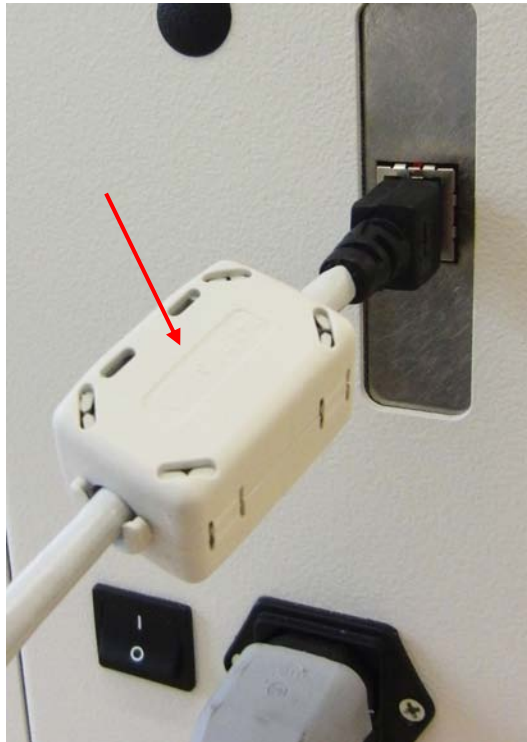

Abbildung 38: Ferritkern
- Bitte befestigen Sie den beigelegten Ferritkern (Teilenummer 9204150F) an dem Ende des Netzkabels, welches am Drucker angeschlossen wird. Siehe Abbildung 38.